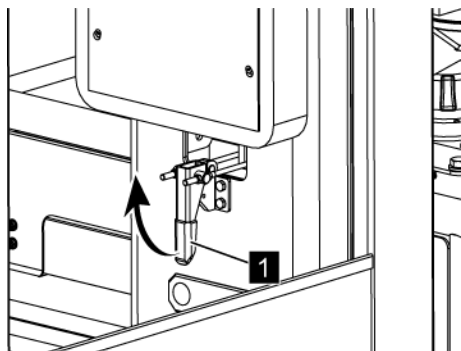

Abb. 153: Spannverschluss lösen
2. → Spannverschluss (Abb. 153/1) lösen.